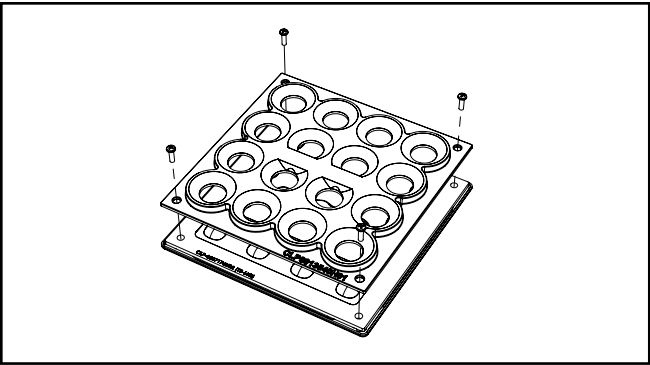

Figure 1.
- 4. Retirez les quatre (4) vis fixant le luminaire carré et la garniture circulaire au luminaire.
- 5. Retirez la garniture circulaire et placez l’écran sur le luminaire carré, comme montré. (Fig. 1).
- 6. Installez l’écran au luminaire carré en utilisant les quatre (4) vis fournies avec l’écran.